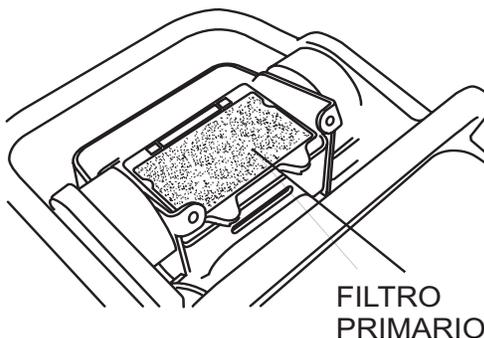

Figura 12. Filtro primario del filtro de aire
- Retire la cubierta del filtro de aire. Afloje y retire los 2 tornillos de la cubierta del ensamble del filtro de aire. Si el filtro primario (Figura 12) está sucio, lávelo con gasolina ó keroseno. Después suméjalo en aceite de motor (SAE10W-30) y exprímalo para que el filtro mantenga de 25 a 30 cc de aceite de motor.